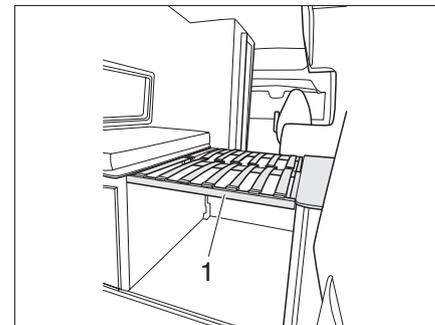

Fig. 56 Surface de couchage à l'arrière
- Mettre le sommier à lattes (Fig. 56,1) sur les supports.